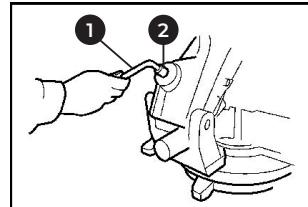

рис. 5
- Используя гаечный ключ (1) поворачивайте регулировочный болт (2) до тех пор, пока край лезвия немного не будет касаться верхней поверхности поворотного основания в точке, где лицевая сторона направляющей линейки соприкасается с верхней поверхностью поворотного основания (рисунок 5).